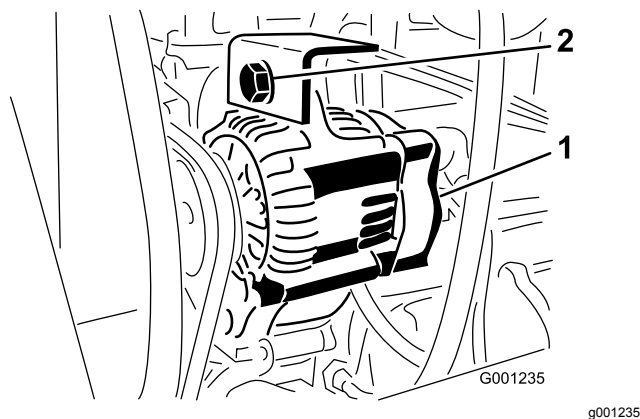

Bild 74
2. Lösen Sie die Befestigungsschraube der Lichtmaschine (Bild 74)
3. Erhöhen oder verringern Sie die Spannung des Lichtmaschinenriemens und ziehen Sie die Schraube wieder (Bild 74) fest.